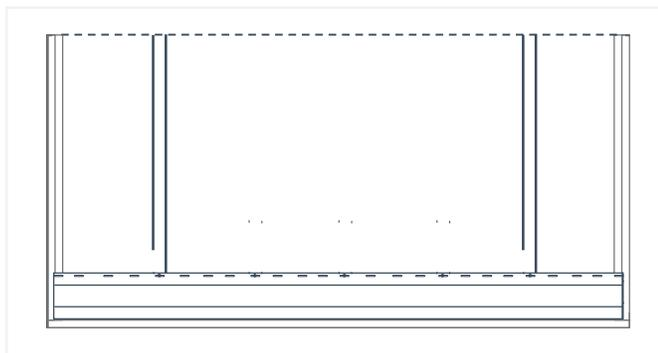
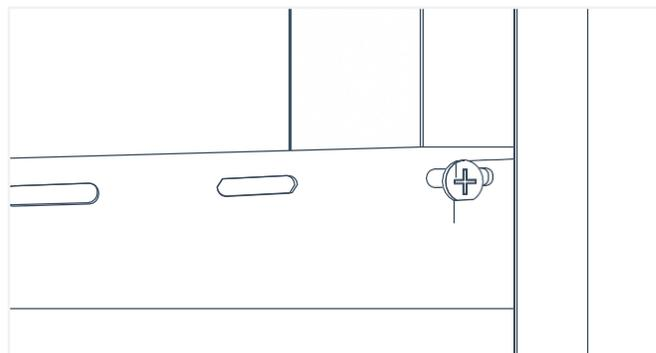

Fig. 30
Fig. 31
9. Insérez le premier panneau SlatWall entre les deux moulures en J verticales, puis faites-le glisser vers le bas jusqu'à ce qu'il s'insère complètement dans la moulure en J inférieure (Fig. 30). Fixez le panneau sur toute sa longueur en enfonçant des attaches à travers la bride de vissage fendue jusqu'à dans chaque montant (fig. 31).